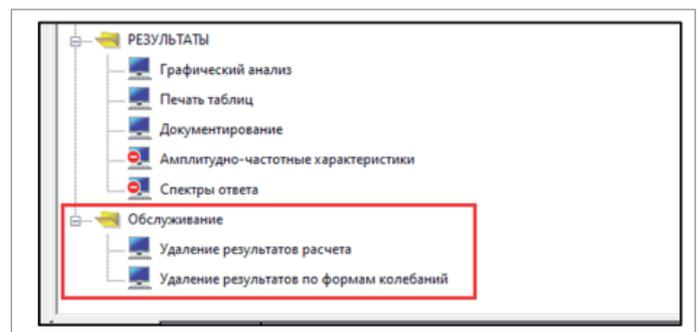

Рис. 46. Новые возможности в дереве проекта (SCAD++)
- в дерево проекта добавлены режимы, позволяющие удалить все результаты расчета или, удалив результаты расчета по формам колебаний, оставить только результаты суммарных перемещений/усилий/... (рис. 46);